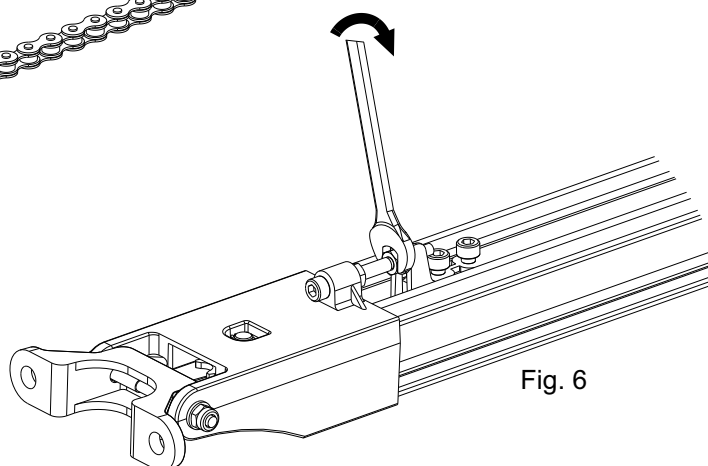

Fig. 6
- Mettre en léger tension la chaîne avec une clef n. 10 comme dans Fig. 6.